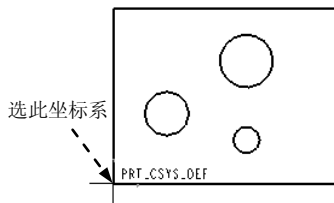

图 7.2.3 选取基准坐标系
Step4. 在“孔表”对话框中单击 **创建** 按钮，在系统 **为列表选择坐标系基准** 的提示下选择图 7.2.3 所示的基准坐标系。